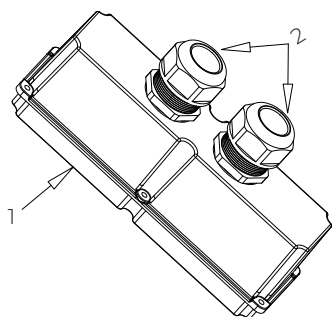

Abbildung 3-6-5
**Schritt 5:** Setzen Sie den wasserdichten PG-Anschluss in die AC-Schutzhaube des Klemmenkastens ein und ziehen Sie die Sechskantmutter an der Unterseite des wasserdichten PG-Anschlusses mit einer Stecknuss fest (Abbildung 3-6-5).